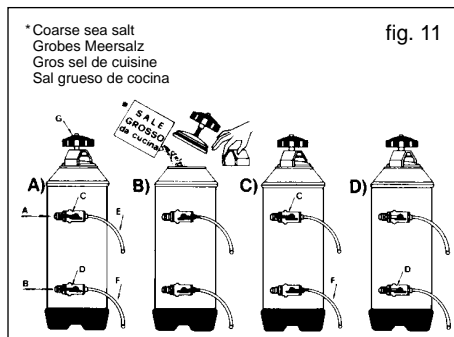

fig. 11
- poner la máquina en estado energético "0" (es decir, interruptor desconectado y aparato desenchufado) y poner un recipiente de al menos 2 litros de capacidad bajo el tubo "E" (Fig. 11/A);
- girar las palancas "C" y "D" de izquierda a derecha (Fig. 11/B);
- reponer el tapón y colocar solamente la palanca "C" de nuevo hacia la izquierda (Fig. 11/C), dejando descargar el agua salada del tubo "F" hasta que se vuelva dulce (aproximadamente 1/2 hora);
- colocar la palanca "D" de nuevo hacia la izquierda (Fig. 11/D).